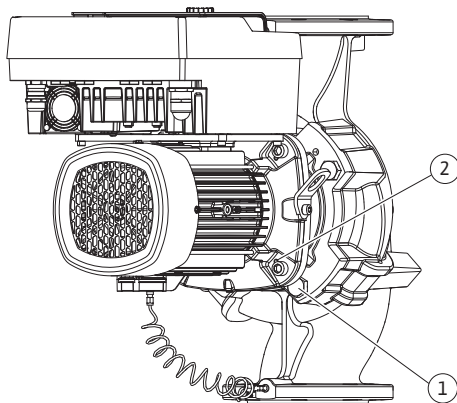

Fig. 104: Siseosakomplekti vajutamine üle keermeavade (DN 100 ... DN 125)
22. Poldide (Fig. II, pos 10) eemaldamisega päästetakse mootori äärikult lahti ka rõhkude vahe andur. Rõhkude vahe andur (Fig. I, pos. 8) jätke koos hoideplaadiga (Fig. I, pos. 13) rõhumõõtetorudele (Fig. I, pos. 7) rippuma. Rõhkude vahe anduri ühenduskaabel tuleb ühendada elektroonikamoodulilt lahti.
23. Vajutage siseosakomplekt pumbakorpuselt maha. Selleks kasutage kaht keermeava (vt Fig. 104, Pos 1).
31. Võtke siseosakomplekt (vt ptk „Pumba kirjeldus“) äärikpoldide (Fig. I/III, pos 29) vabastamise teel pumbakorpusel küljest lahti.
32. Poldide (Fig. I/III, pos 29) eemaldamisega päästetakse mootori äärikult lahti ka rõhkude vahe andur. Rõhkude vahe andur (Fig. I, pos. 8) jätke koos hoideplaadiga (Fig. I, pos. 13) rõhumõõtetorudele (Fig. I, pos. 7) rippuma. Lahutage rõhkude vahe anduri ühenduskaabel elektroonikamoodulilt või vabastage pistikühenduselt ja tõmmake ära.
33. Siseosakomplekti eemaldamiseks pumbakorpuselt kasutage kahte kõrvalolevat keermeava (Fig. 104, pos 1) ja sobivaid kohapeal olemasolevaid polte (nt M10 x 25 mm).
34. Asetage otsvõti (SW32 mm) distantsääriku avasse (Fig. III, pos. 38) ja hoidke võtmevõlliga võlli kinni. Keerake lahti tööratas mutter (Fig. III, pos. 22). Eemaldage selle all olevad seibid (Fig. III, pos 23) ja tõmmake tööratas (Fig. III, pos 21) pumbavõllilt maha. Demonteerige vedrunupp (Fig. III, Pos. 37).
35. Eemaldage ka võllitihend (Fig. III, pos. 25), samuti distantsrõngas (Fig. III, pos. 20).
36. Eemaldage võllitihendi vasturõngas (Fig. III, pos 26) distantsääriku pesast.